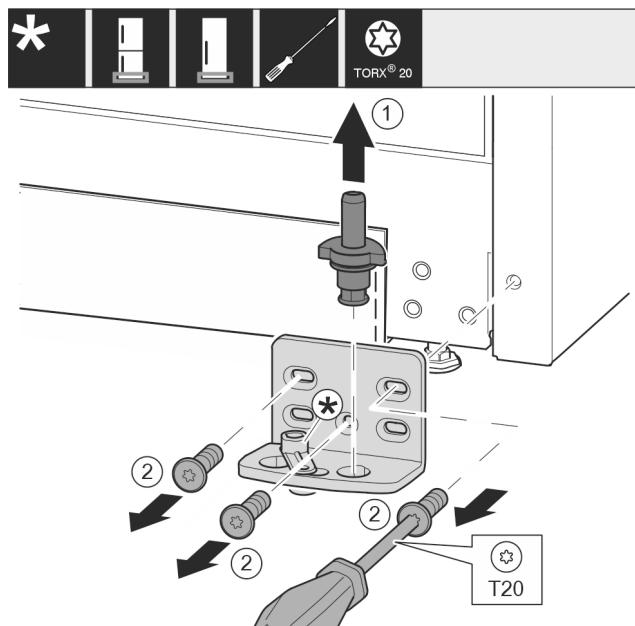

Fig. 13
- Vytiahnite ložiskový čap Fig. 13 (1) úplne nahor.
- Vyskrutkujte skrutky Fig. 13 (2) skrutkovačom a odnímte ložiskovú konzolu.